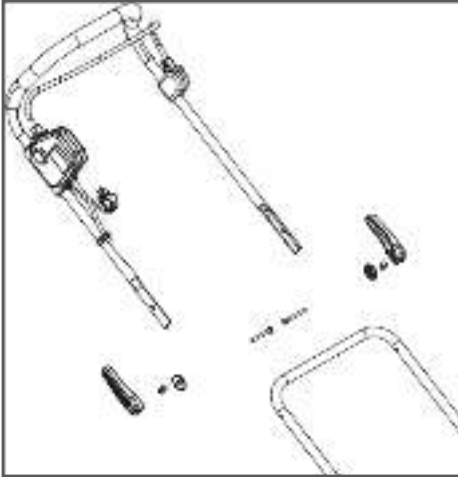

Рис. 3 Установка верхней части рабочей рукоятки
2. Установите верхнюю часть рабочей рукоятки на нижнюю. Совместите отверстия. Для закрепления используйте два набора фиксаторов верхней части рукоятки (см. Рис. 3).